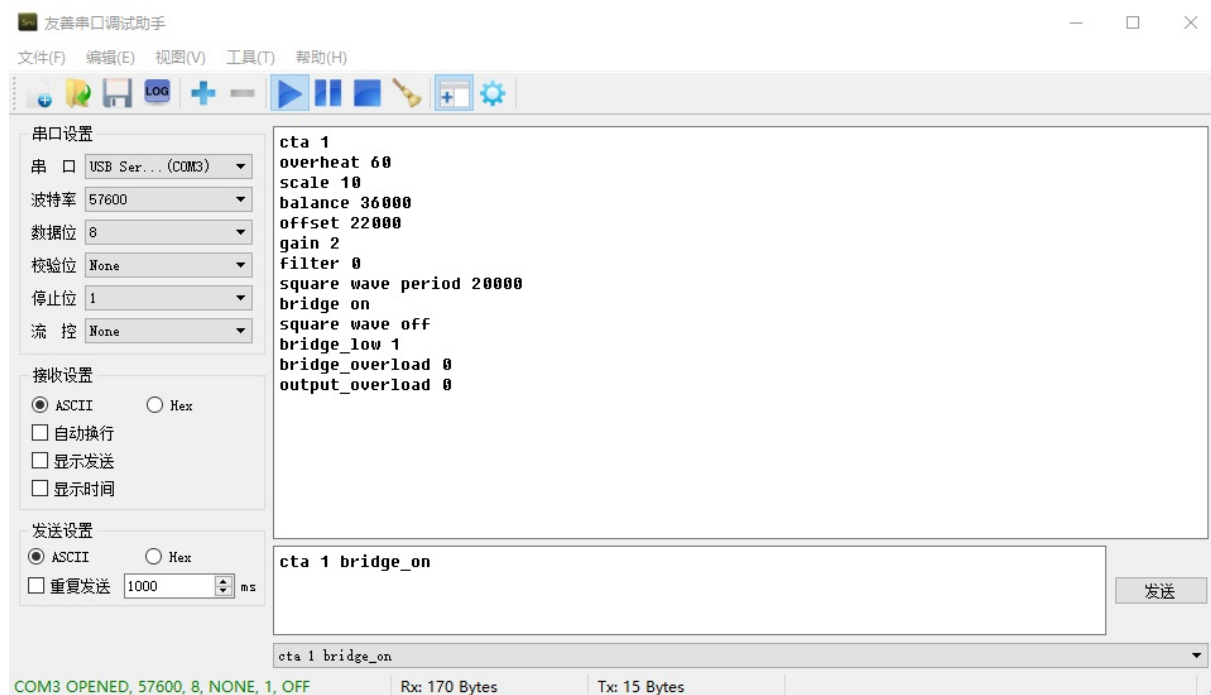

图 D.5: 使用桥路开关命令打开A通道
- 打开或关闭桥路及方波的命令（见图D.5），风速仪收到命令后会立即回复所有参数。